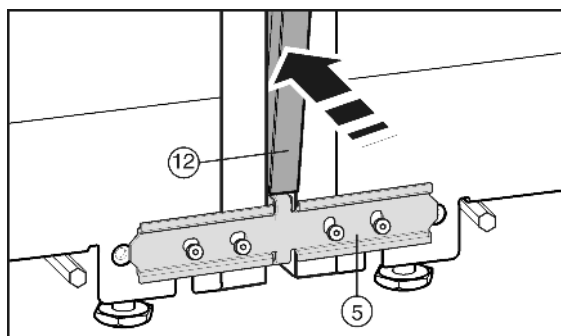

Fig. 9
Trykk sammen de to føringene på dekklisten Fig. 9 (12) over hele lengden før dekklisten settes på. Da blir listen lettere å føre inn i spalten. Bruk en myk klut når du trykker inn listen for å unngå at det oppstår ujevnheter i dekklisten. Press listen omhyggelig og jevnt inn i spalten for å oppnå perfekt forbindelse.
- ▶ Trykk den lange dekklisten Fig. 9 (12) inn i den vertikale spalten på fremsiden. Pass på at listen står på forbindelsesplaten Fig. 9 (5).